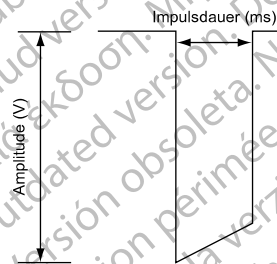

Abbildung 2–6. Impulsform
- Die an das Herz abgegebene Energie ist direkt proportional zur Impulsdauer; eine Verdopplung der Impulsdauer verdoppelt die abgegebene Energie. Daher kann die Programmierung einer geringeren Impulsdauer bei Beachtung einer angemessenen Sicherheitsmarge die Funktionsdauer der Batterie verlängern. Achten Sie bei der Programmierung permanenter Impulsdauer-Werte unter 0,3 ms darauf, einen Stimulationsverlust (Loss of Capture) zu vermeiden (Abbildung 2–6 Impulsform auf Seite 2-19).
Die Impulsamplitude, oder die Spannung des Stimulationsimpulses, wird an der Anstiegsflanke des Stimulationsimpulses gemessen (Abbildung 2–6 Impulsform auf Seite 2-19).